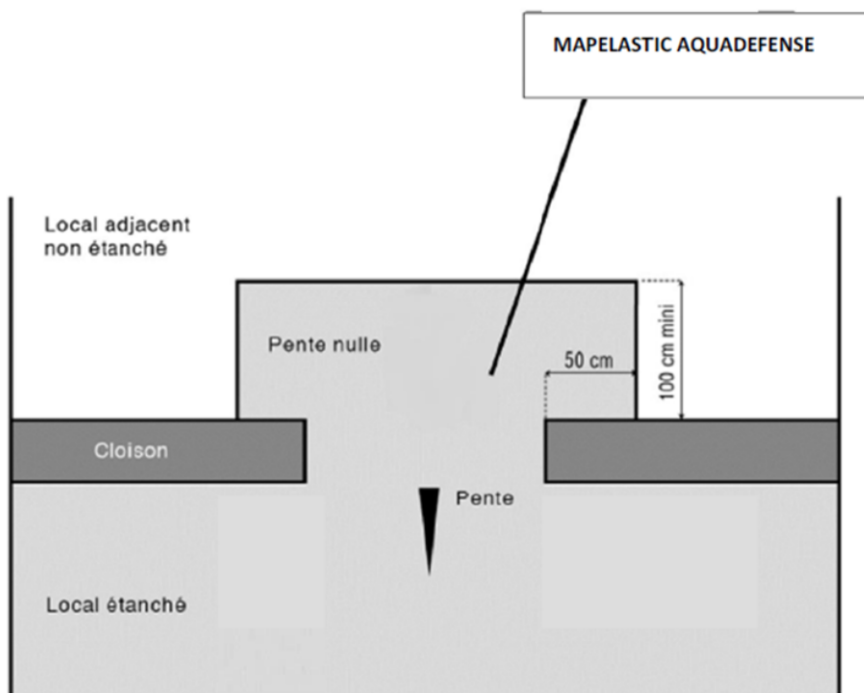

Figure 18 – Traitement du passage du seuil avec le local adjacent
- Un prolongement de MAPELASTIC AQUADEFENSE EVO sera effectué de part et d'autre de l'ouverture dans le local adjacent, avec relevé de hauteur de 7 cm minimum sur une profondeur d'au moins 1 m et une largeur d'au moins 50 cm (cf. figure 18).